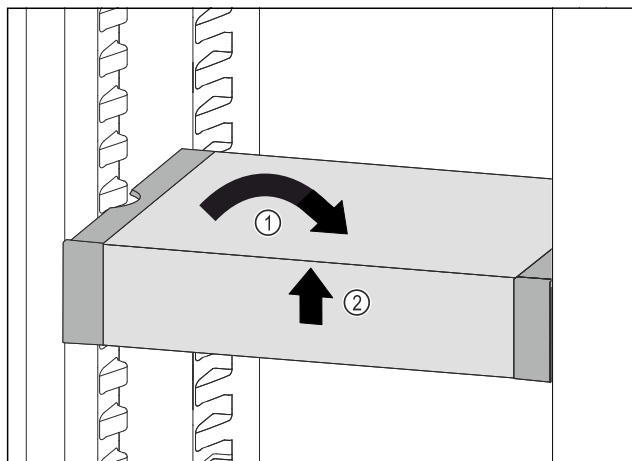

Fig. 115
- Collocare VarioSafe in maniera dritta. Fig. 115 (1)
- Sollevare VarioSafe dal lato anteriore. Fig. 115 (2)